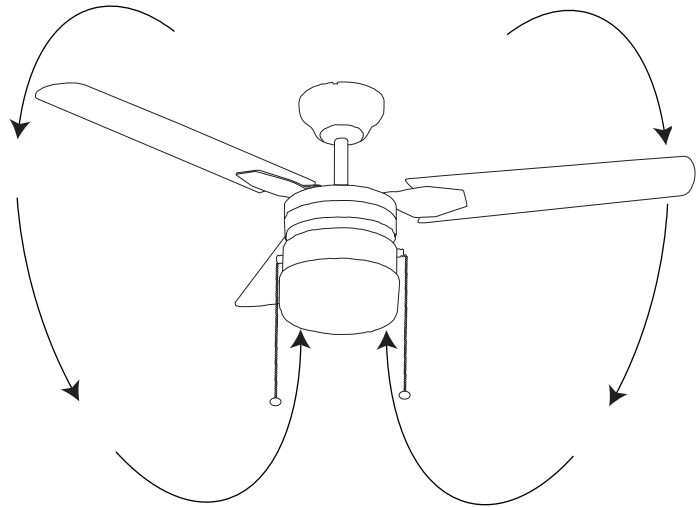

Figura 18
**Clima fresco - (Reversa)** Una corriente de aire hacia arriba hace salir el aire caliente del área del techo como se muestra en la Figura 18. Esto le permite ajustar su unidad de calefacción a un ajuste más bajo sin afectar su comodidad.